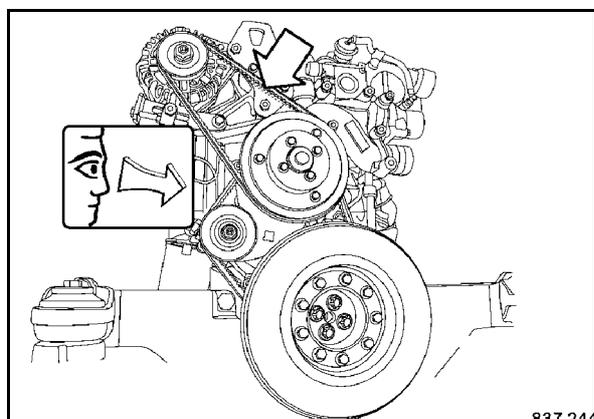

Fig. 181
- Controllare visivamente l'intera circonferenza delle cinghie trapezoidali (Fig. 181) per verificare un eventuale danneggiamento e screpolature. Sostituire le cinghie trapezoidali danneggiate o usurate.